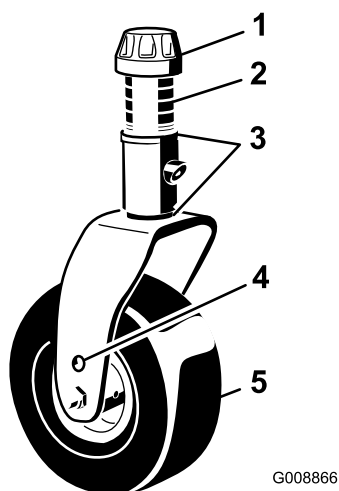

図 2
1. スピンドル・シャフトからテンショニング・キャップを取り、スペーサとスラスト・ワッシャを抜き出す（図 2）。
2. 希望する刈高に合わせてキャスタ・スピンドルにスペーサを通す；図 7と図 8を参照。スピンドルにスラスト・ワッシャを通し、キャスタをキャスタ・アームに通す。もう一枚のスラスト・ワッシャと残りのスペーサをスピンドルに通し、テンショニング・キャップで固定する（図 2）。